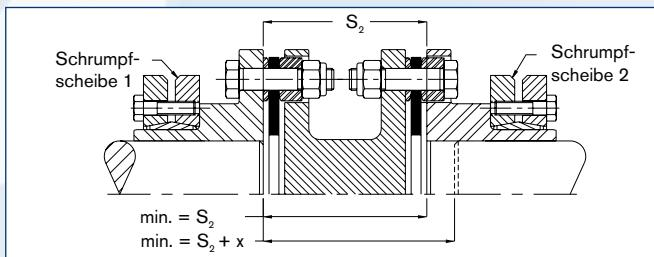

Abb. 4: Zweigelenkig
2. Nabe auf die Welle aufschieben und diese Ausrichten (siehe Abb. 3 und Abb. 4, S. 55). Befestigungsschrauben mit dem angegebenen Anzugsmoment nach Tab. 4 (S. 54) anziehen. Verwenden Sie einen Drehmomentschlüssel!